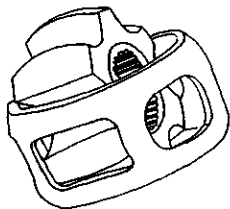

图 3-169 取下内星轮
4) 把内星轮上扇形齿旋入球笼的方孔, 然后从球笼中取下内星轮, 如图 3-169 所示。